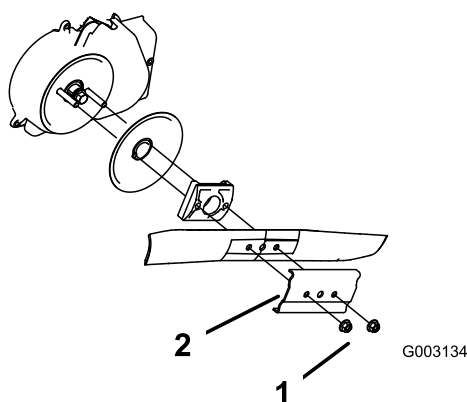

Figura 39
3. Retire las 2 tuercas de la cuchilla y el refuerzo (Figura 39).
4. Retire la cuchilla (Figura 39).
5. Instale la cuchilla nueva (Figura 39).